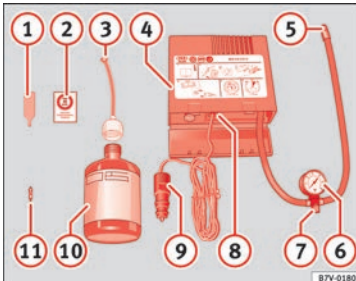

Abb. 68 Prinzipdarstellung: Bestandteile des Pannensets
- Ventilkappe und Ventileinsatz vom Reifenventil abschrauben. Verwenden Sie den Ventileinsatzdreher » **Abb. 68 1** zum Heraus-schrauben des Ventileinsatzes. Legen Sie
- Reifendichtmittelflasche kräftig schütteln » **Abb. 68 10**.
- Schrauben Sie den Einfüllschlauch » **Abb. 68 3** auf die Dichtmittelflasche. Die Folie am Verschluss wird automatisch durchstoßen.
- Verschlussstopfen vom Einfüllschlauch » **Abb. 68 3** entfernen und das offene Ende ganz auf das Reifenventil stecken.
- Ventileinsatz mit dem Ventileinsatzdreher » **Abb. 68 1** wieder in das Reifenventil schrauben.
- Reifenfüllschlauch » **Abb. 68 5** des Luftkompressors fest auf das Reifenventil schrauben.
- Prüfen, ob die Luftablassschraube » **Abb. 68 7** zuge dreht ist.
- Stecker » **Abb. 68 9** in die 12 Volt-Steckdose des Fahrzeugs stecken » **Seite 156**.
- Luftkompressor mit dem EIN- und AUS-Schalter » **Abb. 68 8** einschalten.